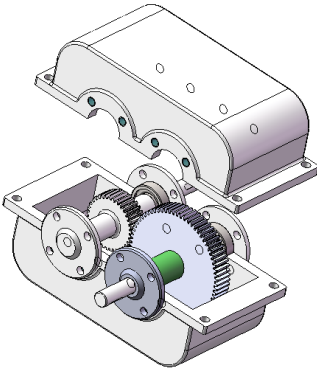

Рисунок 11.48 - Додано кришку
25. Закриємо редуктор другою половиною кришки, для чого розмістимо в складальному просторі ще одну деталь - Корпус редуктора (рис. 11.48) і вкажемо умови сполучення між першою й другою половиною корпусу (три сполучення типу «Совпадение» між однойменними площинами половин корпусу).